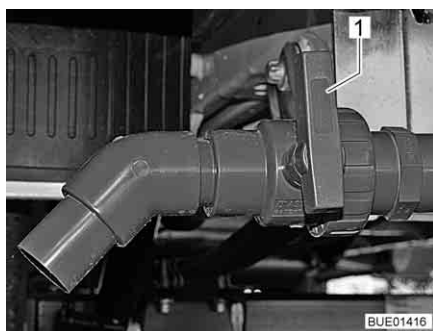

Fig. 238 Robinet de vidange (Viseo)
- Tourner la poignée (Fig. 238,1) du robinet de vidange dans le sens de l'écoulement.